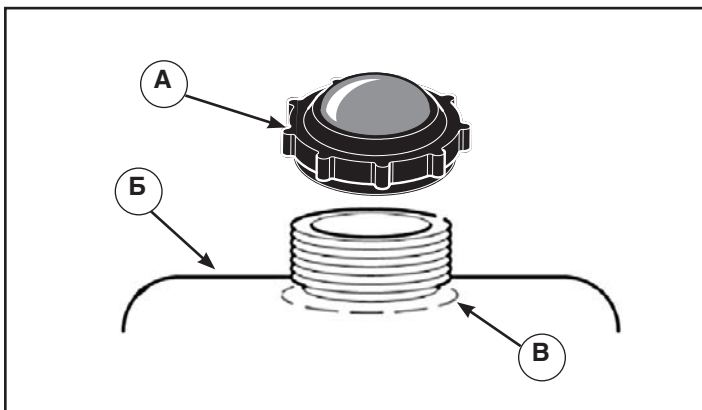

Рисунок 6
1. Очистите область вокруг крышки топливного бака от грязи и мусора. Снимите крышку (А, рис. 6). См. также раздел **Характеристики и органы управления**.